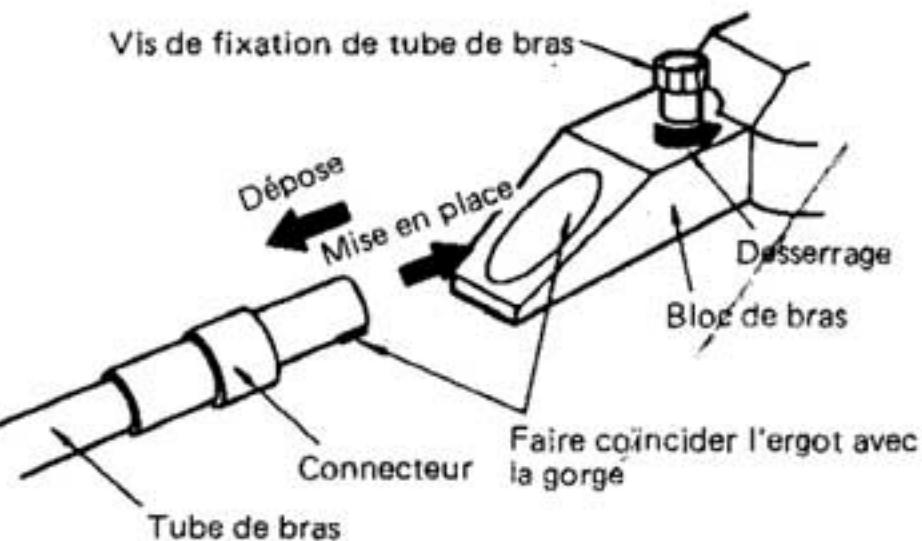

fig. 2
- (1) Pour déposer le bras, desserrer sa vis de fixation sur un demi-tour dans le sens de la flèche, de la manière indiquée à la fig. 2. Tenir le connecteur et tirer en avant.
- (2) Pour le mettre en place, faire coïncider le guide de connecteur avec la gorge de guidage du support et introduire. Serrer la vis de fixation en sens inverse de la flèche afin de bien emmobiliser l'accouplement.